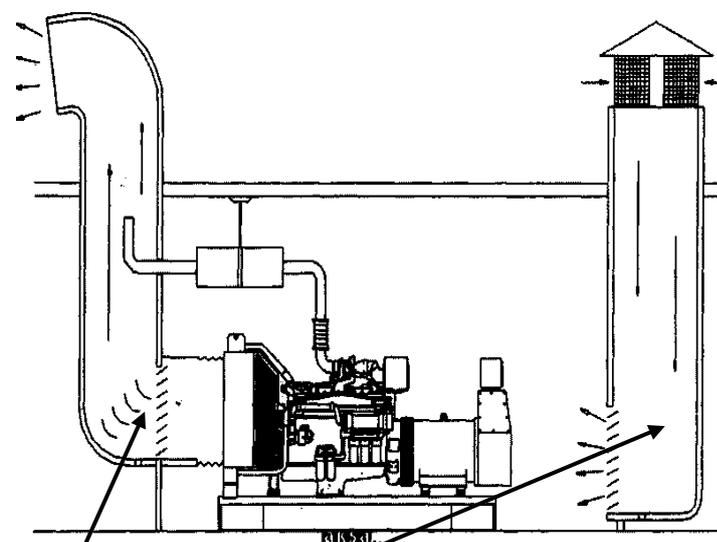

Рис. 4.4 Схема
- Как показано на Рис. 4.4., требуется, чтобы воздух подходил к установке со стороны генератора, проходил над двигателем сквозь радиатор и затем выходил из помещения мимо выхлопного трубопровода.